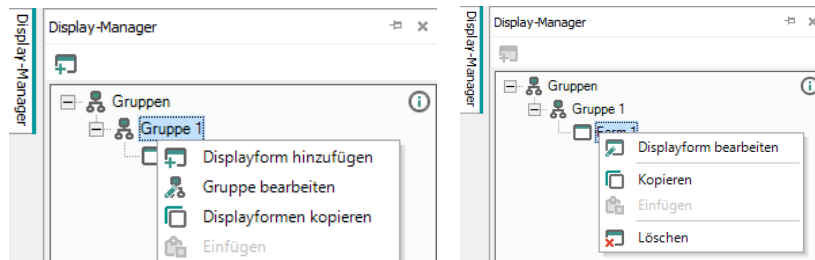

Abb. 8.1
Um die ausgewählte Displayform im Display-Editor (Abschn. 8.1) zu öffnen, verwenden Sie den Punkt **Displayform bearbeiten** im Form-Kontextmenü oder doppelklicken Sie auf die Form im Strukturbaum (Abb. 8.1).
Um eine grafische Struktur von Displayformen im Struktur-Editor (Abschn. 8.2) zu öffnen, verwenden Sie den Punkt **Gruppe bearbeiten** im Gruppenkontextmenü (Abb. 8.1)
Um eine grafische Struktur von Displayformen im Struktur-Editor (Abschn. 2.6) zu öffnen, verwenden Sie den Punkt **Gruppe bearbeiten** im Gruppenkontextmenü (Abb. 8.1).
- Im Display Manager verwenden Sie das Gruppenkontextmenü oder das Symbol  (aktiv, wenn eine Gruppe ausgewählt ist) (Abb. 8.1).
- Im Display Manager verwenden Sie den Punkt **Löschen** im Form-Kontextmenü (Abb. 8.1)